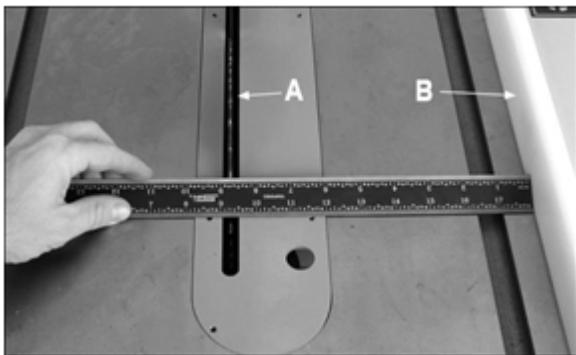

Рис. 29
Упор для заготовки (B, рис. 29), должен быть установлен в размер ширины распила при использовании наклеиваемой линейки на передней несущей рейке, или измеряя расстояние между пильным диском (A) и упором для заготовки (B). Если у части заготовки нет прямого края, гвоздём отчертите прямую линию на доске, чтобы обеспечить линию распила против упора для заготовки. Чтобы распилить должным образом, доску нужно приложить хорошей поверхностью к столу. Если это невозможно, положите изогнутой частью вверх.